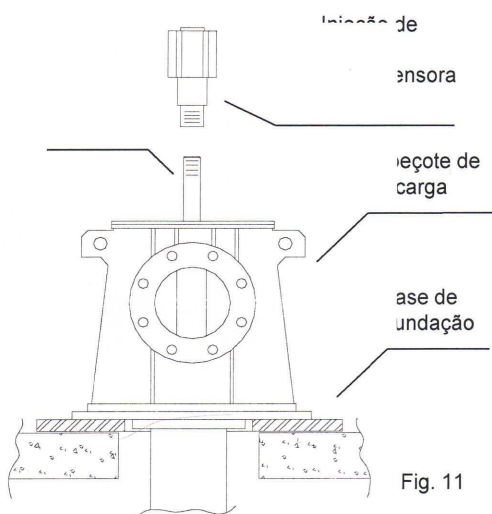

Fig. 11
17 - Em seguida, rosquear o conjunto de injeção de água, se a bomba for lubrificada com água limpa dentro do tubo protetor, ou a bucha tensora, se for com óleo (Fig 11). Fixá-los em seguida, parafusando as travas ao flange menor do cabeçote. Efetuar o engaxetamento (item 18) da injeção de água. No caso da bucha tensora não há que se falar em engaxetamento, devendo-se apenas efetuar o ligamento da mangueira de óleo do lubrificador automático, passando direto para o procedimento do item 20. Nas bombas em que a lubrificação ocorre pelo próprio líquido bombeado existirá apenas a sobreposta da gaxeta já fixada na parte superior do cabeçote, passando-se ao item seguinte.
18 - Desmontar a sobreposta da gaxeta (fixado na parte superior da ou do cabeçote de descarga). Montar o primeiro conjunto de gaxetas com metade do jogo de anéis de gaxeta indicado para a bomba, em seguida inserir o anel de selagem e a outra metade do jogo de gaxetas. Deve-se inserir um anel de gaxeta de cada vez em volta do eixo, comprimindo-o individualmente e lubrificando-o com óleo limpo. Os anéis de gaxeta devem ser cortados separadamente e a 45°, pois este ângulo permite um melhor ajustamento, o que oferece maior dificuldade à passagem de fluidos (Fig. 11), e ao serem montados, os cortes devem ficar a 180° uns dos outros.